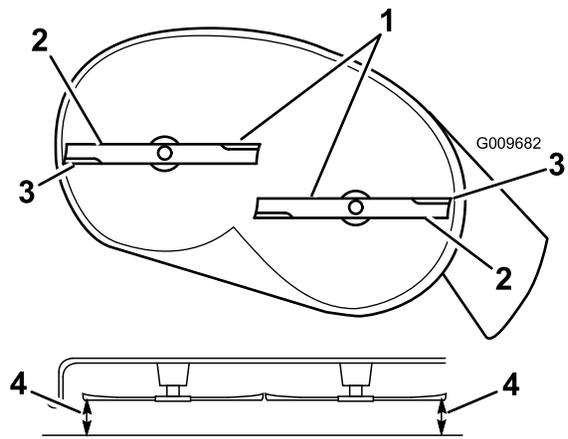

Figure 53
4. Faites pivoter les lames avec précaution pour qu'elles soient toutes parallèles (Figure 53).
5. Mesurez la distance entre les tranchants extérieurs et le sol plat (Figure 53). Si les deux mesures diffèrent de plus de 5 mm (3/16 po.), un réglage s'impose. Poursuivez la procédure.